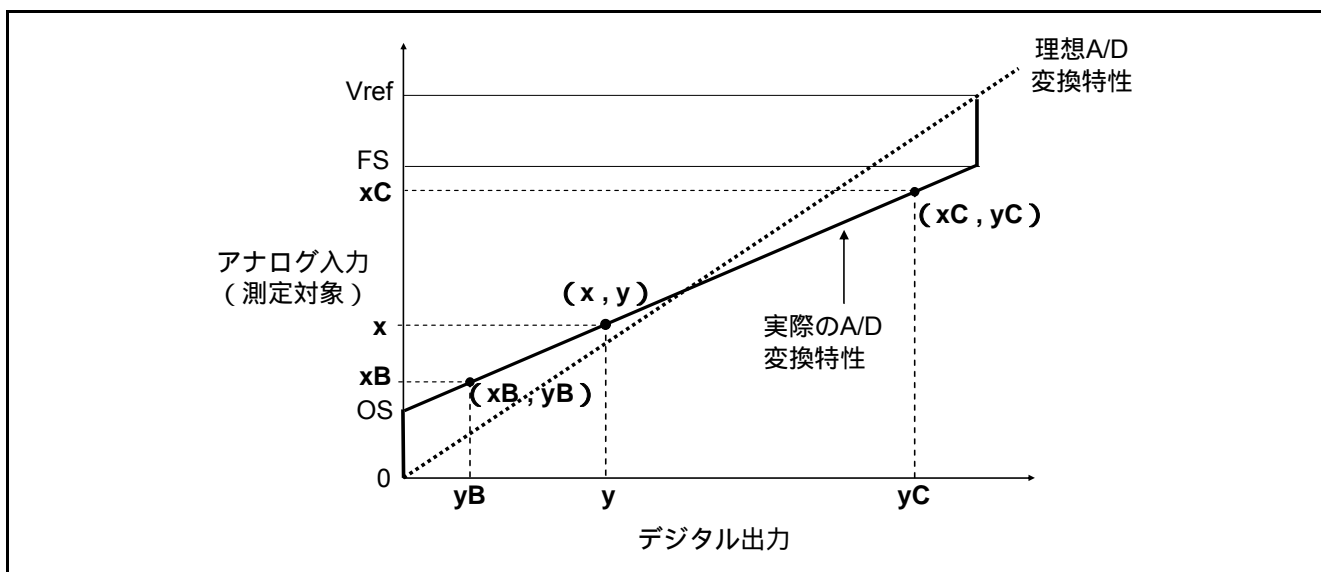

図 4.2 誤差補正の考え方
A/D コンバータの入出力特性例について、図 4.2に示す  $x$  と  $y$  の関係は次の通りです。
- 1. 図 4.2における 2 点  $(x_B, y_B)$ 、 $(x_C, y_C)$  を測定します。